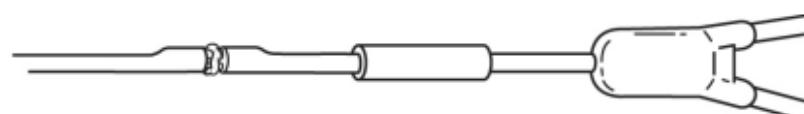

Fig. 6
6. Τοποθετήστε υλικό συγκόλλησης στη συμβολή (Fig. 6)